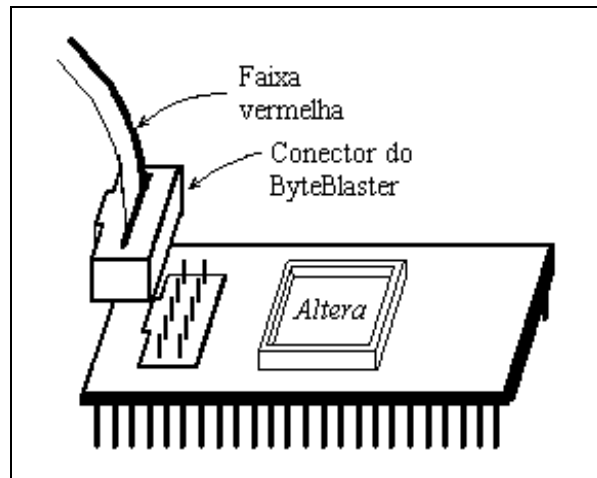

Figura 36
15.3.2 Conecte a outra extremidade do Byte Blaster no adaptador de teste/gravação (veja figura 36). O mesmo poderá ser adquirido da empresa Datapool Eletronica Ltda (email: comercial@datapool.com.br - fone 35-36235272)